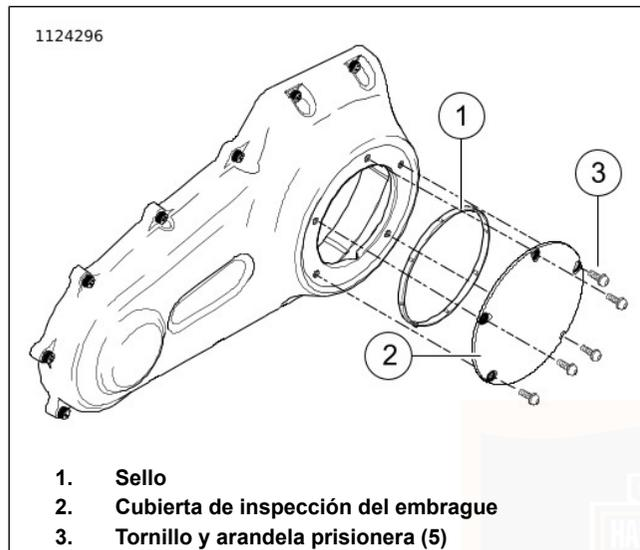
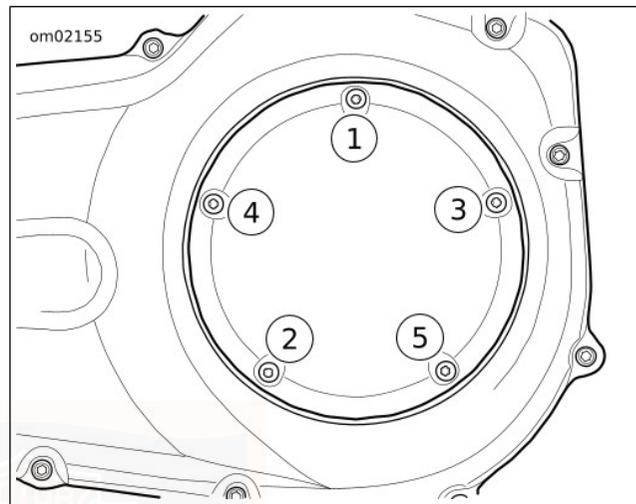

Figura 47. Cubierta del embrague (Típica)
Figura 48. Secuencia de ajuste de la cubierta del embrague
7. Vea la Figura 47. Retire los tornillos con arandelas (3) y la cubierta de inspección del embrague (2).
8. Quite el sello (1). Limpie el aceite de la ranura en la cubierta del guardacadena y de la superficie de montaje.
- b. Vea la Figura 47. Coloque el sello **nuevo** (1) en la ranura de la cubierta de inspección del embrague (2). Presione cada uno de los nudos del sello dentro de la ranura.
- c. Asegure la cubierta de inspección del embrague (2) con tornillos con arandelas prisioneras (3).
- d. Vea la Figura 48. Ajuste en la secuencia que se muestra a 9,5–12,2 N·m (84–108 **in-lbs**).